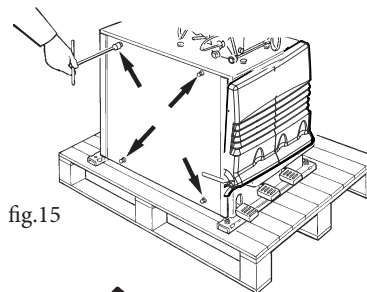

fig.15
- Togliere le 4 viti del coperchio laterale con chiave di 10mm (fig.15) e smontare il coperchio laterale.
- Remove the 4 side cover screw with a 10 mm spanner (fig.15); Remove the side cover.
- Oter les 4 vis du couvercle latéral au moyen d'une clef de 10mm (fig.15) et démonter le couvercle latéral.
- Die vier Schrauben des seitlichen Deckels mit einem Schraubenschlüssel von 10 mm (Abb. 15) entfernen und den Deckel abnehmen.
- Quite los 4 tornillos de la tapa lateral con una llave de 10 mm (fig. 15) y desmonte la tapa lateral.
- Rimontare lo sportello laterale (fig.15) applicando le 4 viti TEM6 flangiate autofilettanti con una chiave di 10mm.